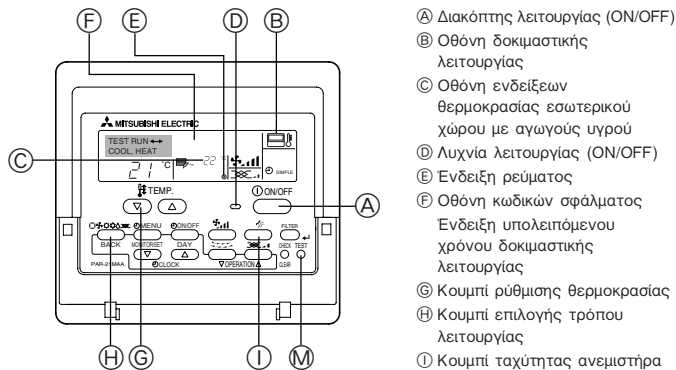

Fig. 7-1
7.2.1. Με ενσύρματο τηλεχειριστήριο (Fig. 7-1)
- ① Τροφοδοτήστε με ρεύμα τη μονάδα τουλάχιστον 12 ώρες πριν τη δοκιμαστική λειτουργία.
- ② Πατήστε δύο φορές το κουμπί [TEST] (ΔΟΚΙΜΗ). ➔ "TEST RUN" (ΔΟΚΙΜΗ) οθόνη υγρών κρυστάλλων
- ③ Πατήστε το κουμπί επιλογής τρόπου λειτουργίας [Mode selection] (Επιλογή τρόπου λειτουργίας). ➔ Βεβαιωθείτε ότι ο αέρας φυσά προς τα έξω.
- ④ Πατήστε το κουμπί επιλογής τρόπου λειτουργίας [Mode selection] (Επιλογή τρόπου λειτουργίας) και επιλέξτε τη λειτουργία ψύξης (ή θέρμανσης). ➔ Βεβαιωθείτε ότι ψυχρός (ή θερμός) αέρας φυσά προς τα έξω.
- ⑤ Πατήστε το κουμπί ταχύτητας αέρα [Fan speed] (Ταχύτητα αέρα). ➔ Βεβαιωθείτε ότι η ταχύτητα του αέρα είναι ενεργοποιημένη.
- ⑥ Ελέγξτε τη λειτουργία του ανεμιστήρα της εξωτερικής μονάδας.
- ⑦ Σταματήστε τη δοκιμαστική λειτουργία πατώντας το κουμπί λειτουργίας [ON/OFF]. ➔ Διακοπή
- ⑧ Καταχώρηση αριθμού τηλεφώνου.